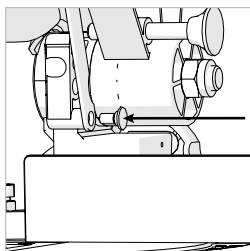

Fig. 28
- Sostituire il braccio operativo di guardia e la sua vite di perno di fissaggio. **(Fig. 28)**